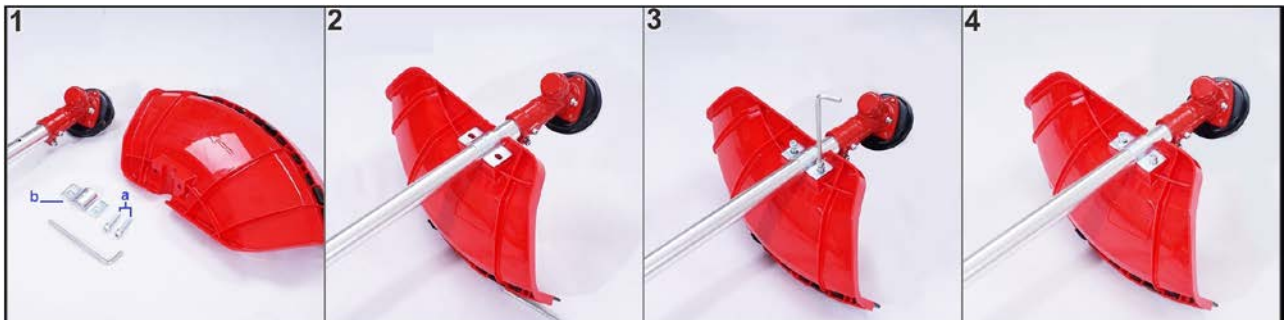

Fig.4 (a- Vis ; b- Collier de support)
4.3.3- Assemblage du capot protecteur (Fig.4)